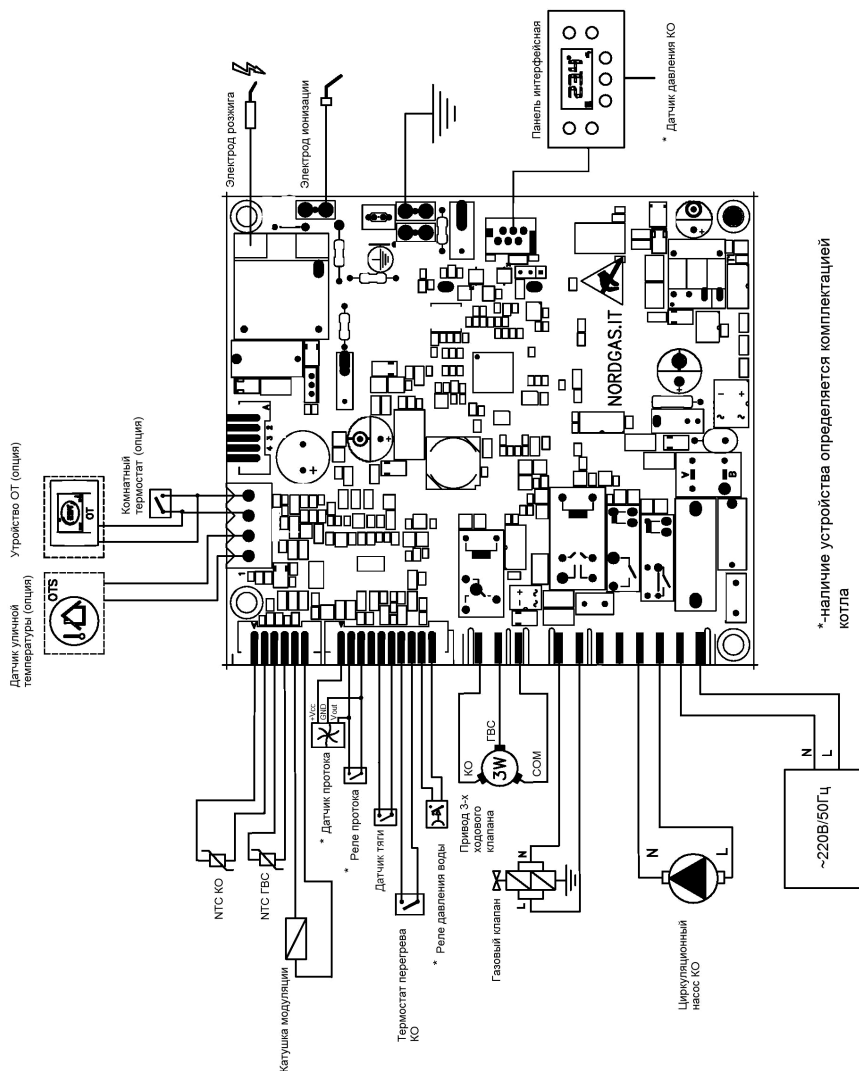

Рис. 9. Схема электрических подключений
- ходную муфту 5 в корпусе и подключите его к клеммам 1 и 2 (рисунок 9);